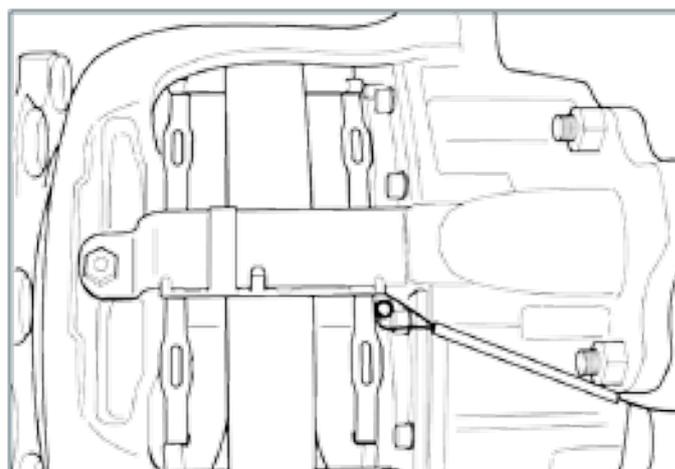

Abb. 3.16
- a) Eine PWWI (Bremsbelagwarnanzeige), die an den Belägen befestigt ist (Abb. 3.16).